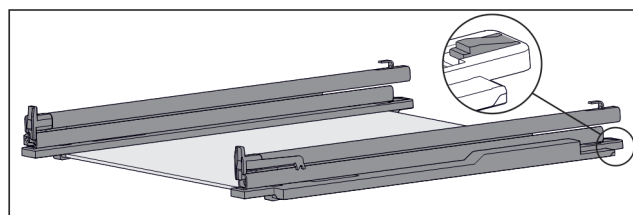

Fig. 155 Staklena ploča s vodilicama i pridržnim dijelovima
- Pridržni dio straga pritisnite prema dolje (pogledajte Fig. 155) u i istovremeno gurnite vodilicu prema otraga.